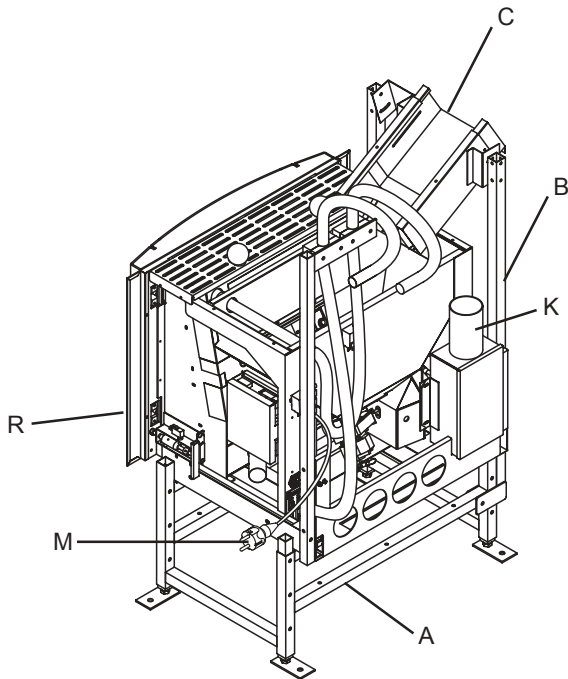
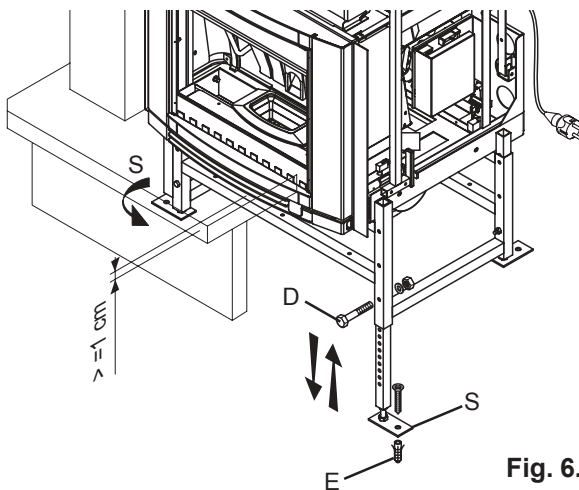
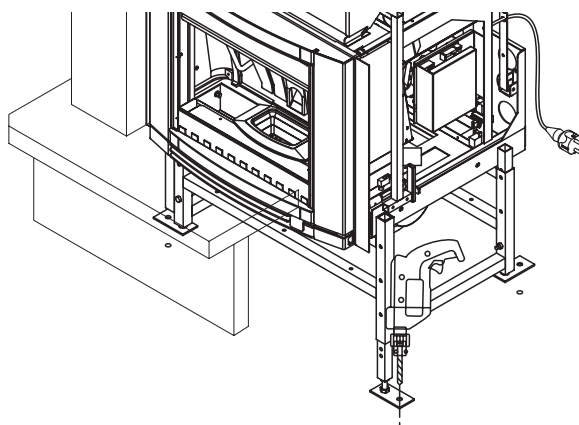

Fig. 6.1.1
Fig. 6.1.2
Fig. 6.1.3
Le châssis d'extraction ECOFIRE est composé de (Fig. 6.1.1):
Installation (Fig. 6.1.1, Fig. 6.1.2, Fig. 6.1.3):
- 4) Pratiquer 4 trous Ø 8 pour la fixation au sol du châssis (Fig. 6.1.3). Utiliser le châssis comme gabarit.
- 5) Fixer les pieds (S) du soubassement à l'aide de solides chevilles expansibles en acier Ø 8 mm (E);
- 6) Relier le collecteur de sortie (K) au conduit de sortie des fumées;
- 8) Prévoir l'arrivée de la ligne électrique à l'arrière du poêle (M);
El armazón de extracción ECOFIRE se compone de (Fig. 6.1.1):
Instalación (Fig. 6.1.1, Fig. 6.1.2, Fig. 6.1.3):
- 4) Realizar 4 orificios de Ø 8 para la fijación al suelo del armazón (Fig. 6.1.3). Usar como galga el mismo armazón.
- 5) Fijar las patas (S) de la base con tacos de expansión robustos de acero de Ø 8 mm (E);
- 6) Conectar el colector de evacuación (K) al conducto de salida de humos;
- 8) Prever la llegada de la línea eléctrica en la parte trasera de la estufa (M);